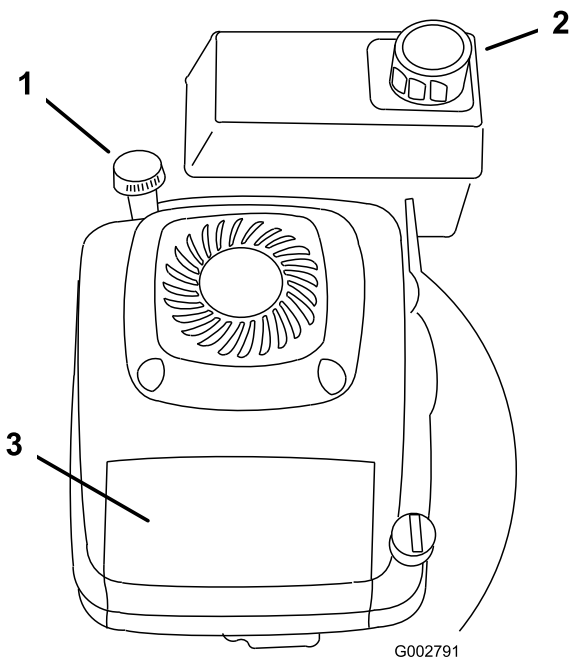

Figure 11
1. Nettoyez la surface autour du bouchon du réservoir de carburant (Figure 11).